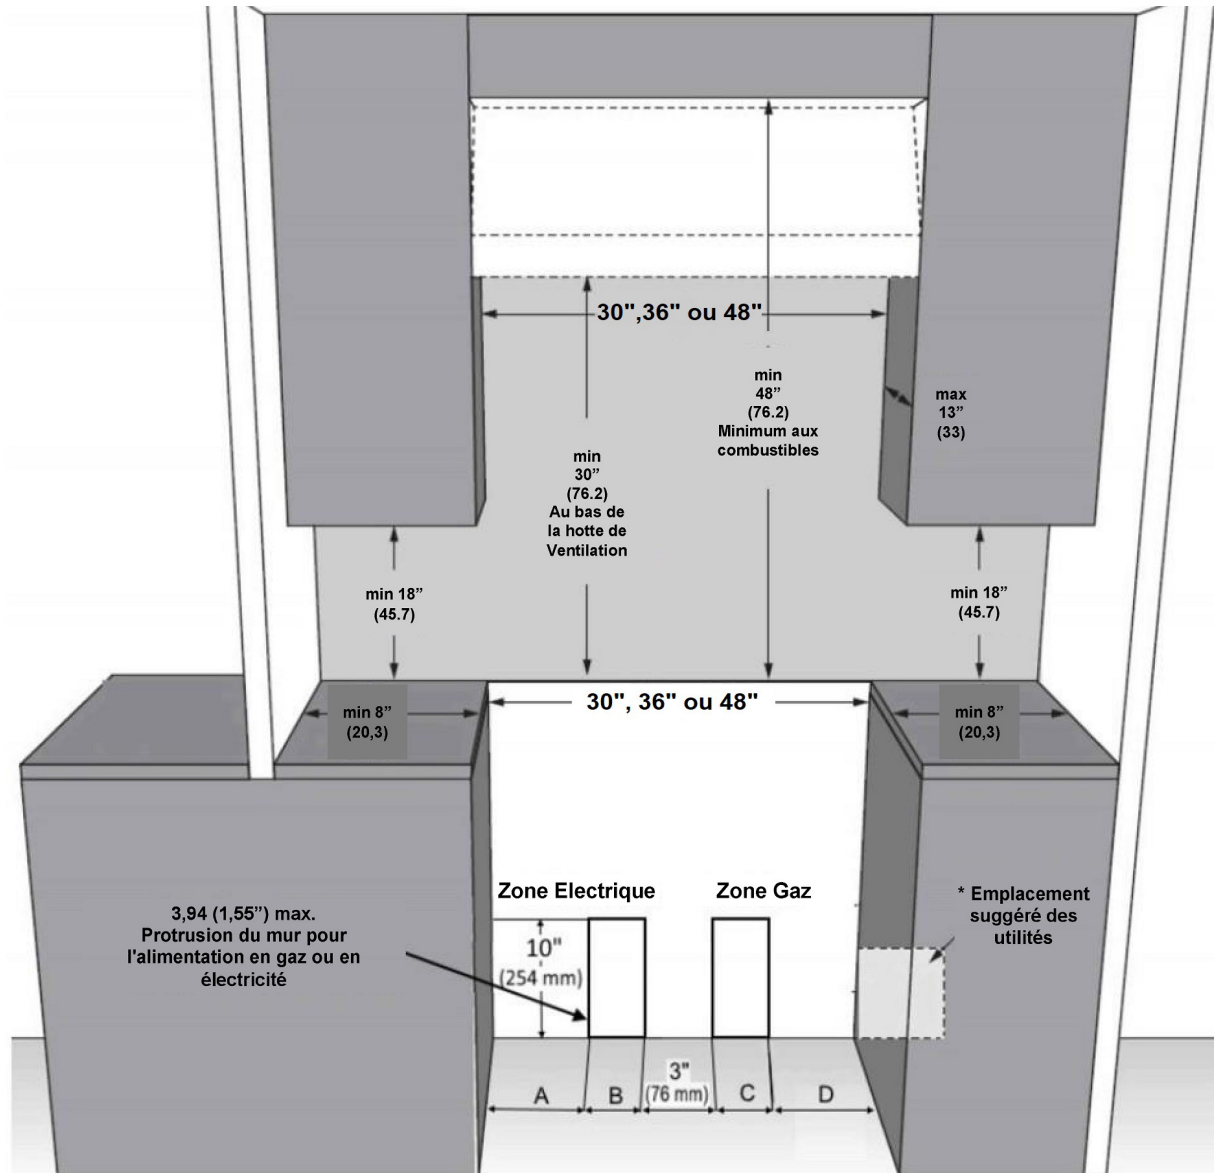

Figure 1
REMARQUE IMPORTANTE: Lors de l'installation contre une surface combustible, une colonne montante minimale est requise pour la cuisinière. Respectez tous les dégagements minimaux par rapport aux surfaces combustibles indiquées dans l'illustration des pages précédentes. La cuisinière est une unité autonome. Si l'unité doit être placée à côté des armoires, les dégagements illustrés à la figure 1 sont nécessaires. Les mêmes dégagements s'appliquent aux installations en îlot, à l'exception des armoires suspendues, qui doivent disposer d'un espace suffisamment large pour accueillir la hotte à îlot brûleur.
- L'alimentation en gaz et en électricité doit se situer dans les zones illustrées à la Figure 1 (voir page 9).